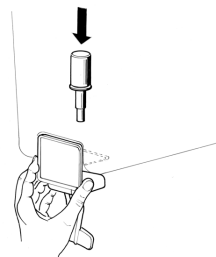

figura 5
**3 Rubinetto a gravità:** montare la leva di comando rubinetto e quindi infilare il pistone dotato della propria guarnizione (vedere figura 5).